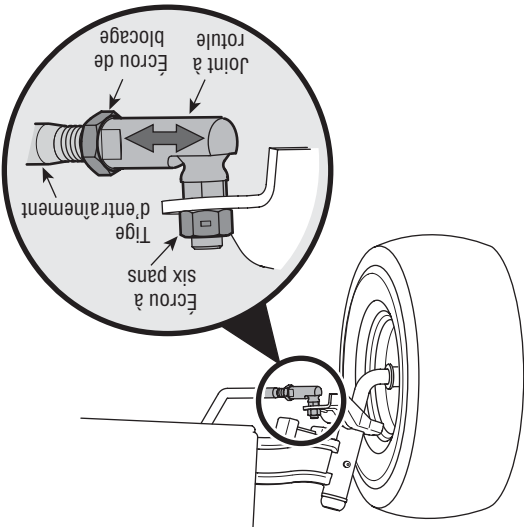

Figure 15
- Desserrez l'écrou de blocage de la tige d'entraînement sur l'arrière du joint à rotule. Voir la Figure 15.
- Retirez le contre-écrou de blocage sur le dessus du joint à rotule. Voir la Figure 15.